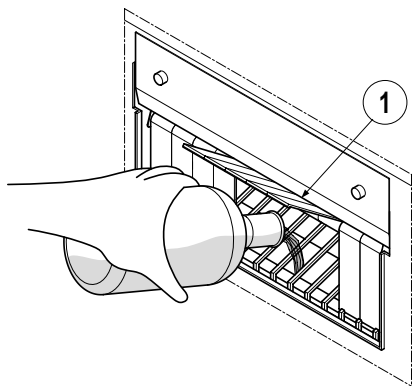

FIG. 4
- Caricare con acqua potabile la bacinella interna attraverso le bandierine (Fig. 4 Part. 1) e versando l'acqua con una bottiglia;
- Pour some potable water into the bowl inside using a bottle, access through the flags (Fig. 4 Part 1);
- Remplir la cuvette interne avec un petit d'eau potable en accédant à travers les lamelles en plastique (Fig. 4, Réf. 1) et en versant l'eau avec une bouteille ;
- Trinkwasser in den innen liegenden Behälter füllen. Der Zugang erfolgt durch die Streichbretter (Abb. 4 Teil 1). Gießen Sie das Wasser aus einer Flasche ein;
- Cargar agua potable en la cubeta interna accediendo a través de las lengüetas (Fig. 4 Part. 1) y vertiendo el agua con una botella;